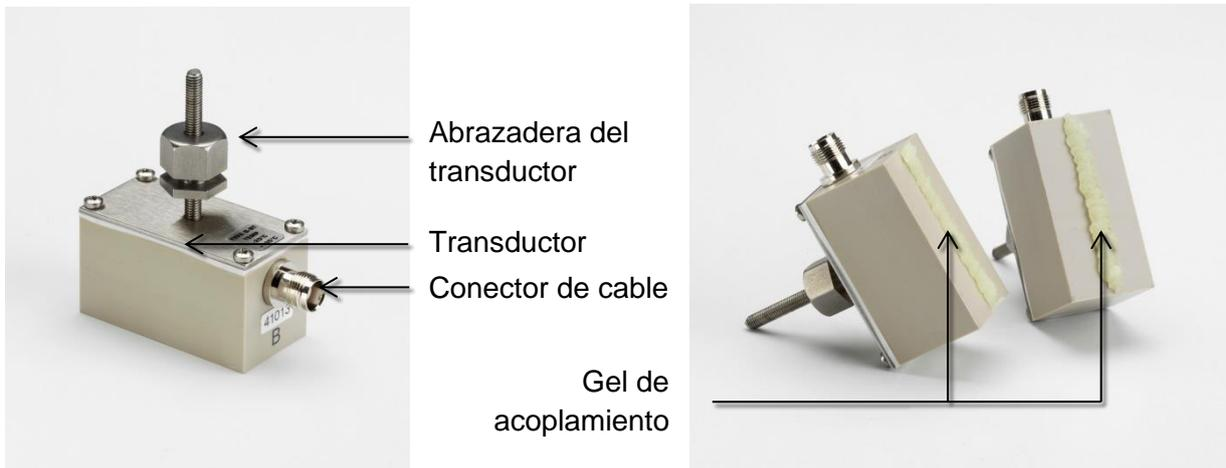

Figura 12 Componentes del transductor (izquierda); aplicación del gel de acoplamiento (derecha)
1. Apriete cada abrazadera de transductor en el sentido de las agujas del reloj hasta que quede cerca de la parte superior del transductor (Figura 12, a la izquierda). Es necesario realizar esta acción para evitar que el gel de acoplamiento acústico toque la tubería cuando se introduzca por primera vez el transductor en el riel guía, como se describe a continuación.
2. Con el aplicador de jeringa suministrado, aplique una línea 3 mm de gel de acoplamiento acústico a la base de ambos transductores (Figura 12, a la derecha).